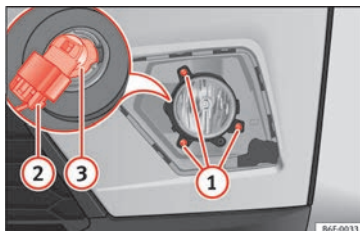

Fig. 114 Phare antibrouillard : dépose du support d'ampoule
2. Retirez les 3 vis » fig. 114 ① avant d'extraire le phare antibrouillard.
3. Retirez le connecteur ② de l'ampoule.
4. Tournez le porte-ampoule ③ vers la gauche puis tirez.